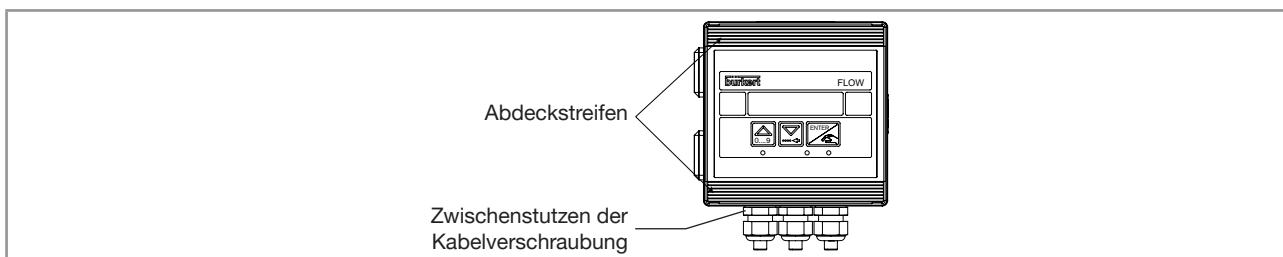

Bild 12: Position der Befestigungsschrauben und der Abdeckstreifen
- Die Abdeckstreifen über den Schrauben entfernen (Bild 12).